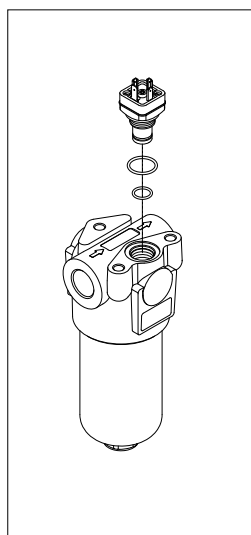

fig. 22
- (Fig. 22) Sostituire gli O-ring del corpo indicatore